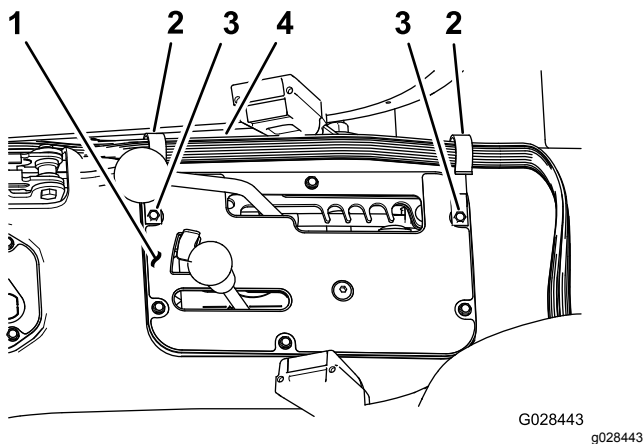

図 21
1. 既存のねじを使って、センターコンソールの 図 20 または 図 21 に示す位置に、Jクリップ (2 個) を取り付ける。